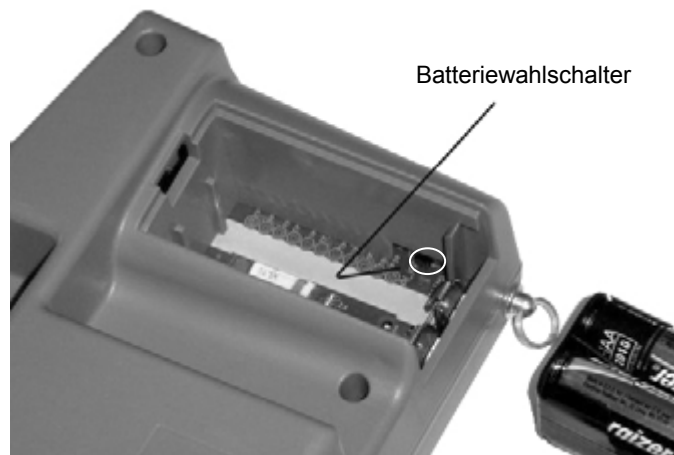

Abb. 5: Lage des Batteriewahlschalters
4. In Abb. 5 finden Sie die Darstellung des Batteriewahlschalters zur Auswahl der von Ihnen verwendeten Batterien bzw. Akkus.
5. Stellen Sie ebenfalls sicher, dass der Auswahlschalter für die Batteriesorte richtig eingestellt ist (siehe Abb. 5).